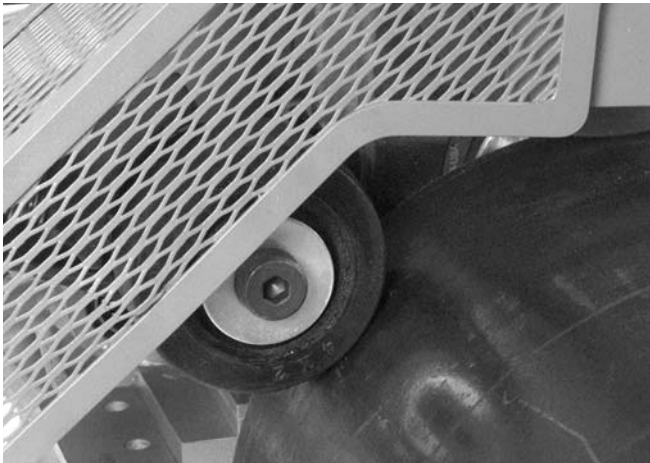

Figure 17 – Réglage du stabilisateur
3. Serrez le stabilisateur jusqu'à ce que le galet touche le tuyau. Continuez à serrer le stabilisateur d'un à un et demi tours après contact avec le tuyau (Figure 17).